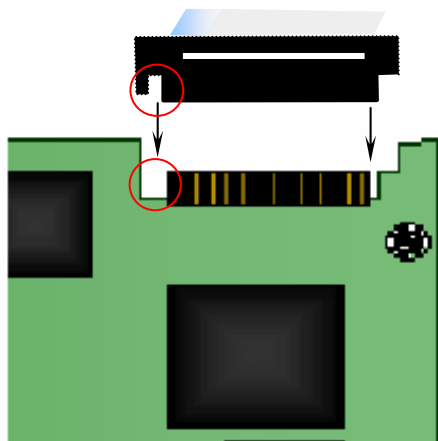

图 2-8 H.100 总线接线方法
① 连接时需注意各插头按同一方向插入，不要扭转，如图 2-8 所示。